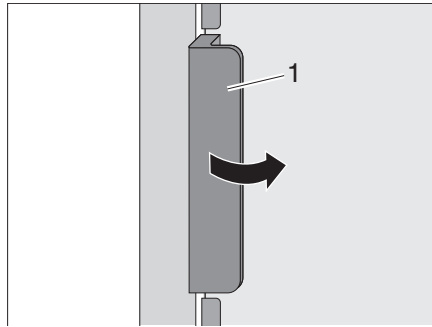
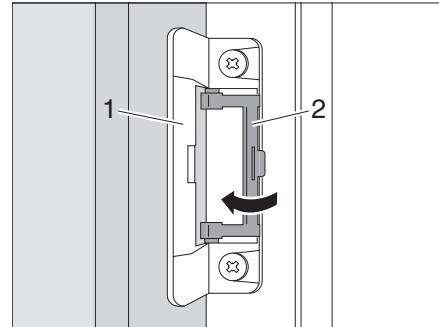

Fig. 334 Ouvrir la porte du réfrigérateur
Fig. 335 Bloquer la position de ventilation
- Ouvrir la porte du réfrigérateur avec la poignée (Fig. 334,1). Le verrouillage (Fig. 335,1) sera débloqué automatiquement.
- Rabattre le dispositif de blocage (Fig. 335,2).